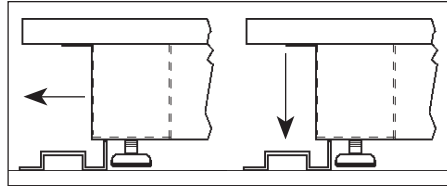

Fig. 1
5. Mettre les pattes de sol en place pour que la fente ouverte soit vers l'avant et les aligner sur les emplacements marqués au sol (voir fig. 1). Vérifier les dimensions entre axes contre celles de la figure 1.